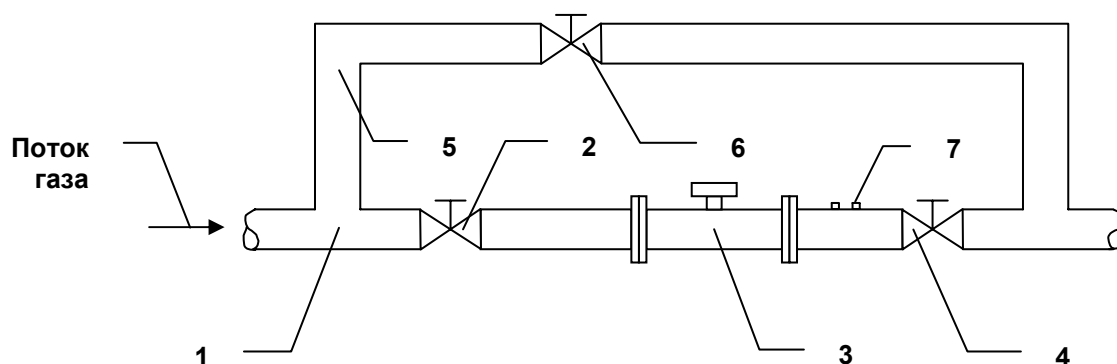

Рис.1 Установка счетчика без перепускного канала
- 4.13.4. В трубопроводах с давлением до 16 атм применение перепускного канала необязательно. Для этого случая рекомендуется схема установки, приведенная на рис.1. Наличие вентиля 2 является обязательным. Он позволяет отключить счетчик в случае его повреждения, облегчает ввод счетчика в эксплуатацию в протяженных или сложных трубопроводах.
До начала пуска счетчика все вентили на трубопроводе (рис.1, 2) должны быть закрыты. При всех вариантах и на всех стадиях пуска расход газа, проходящего через счетчик, ни в коем случае не должен превышать значение максимального расхода (Q_{max}), указанного на панели отсчетного устройства.
7.1. Пуск счетчика без перепускного канала (рис.1)